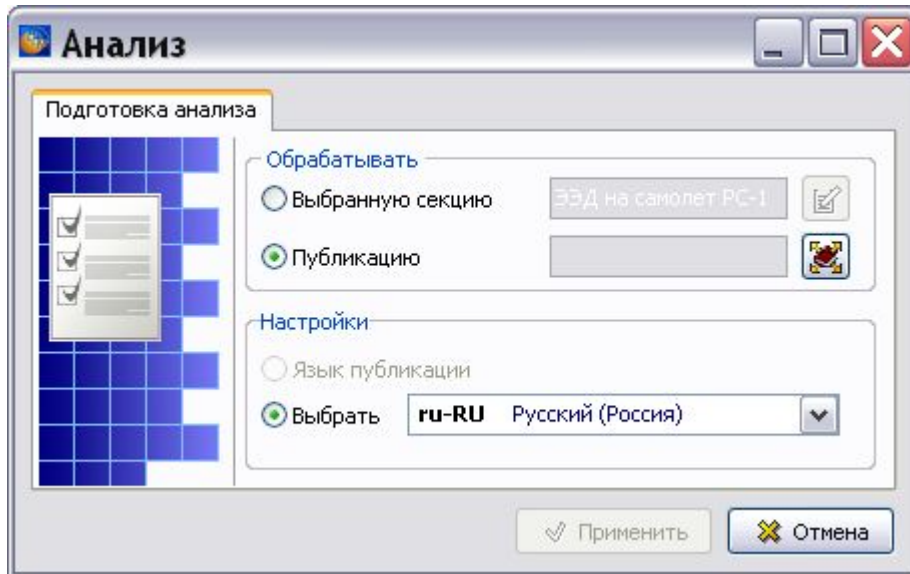
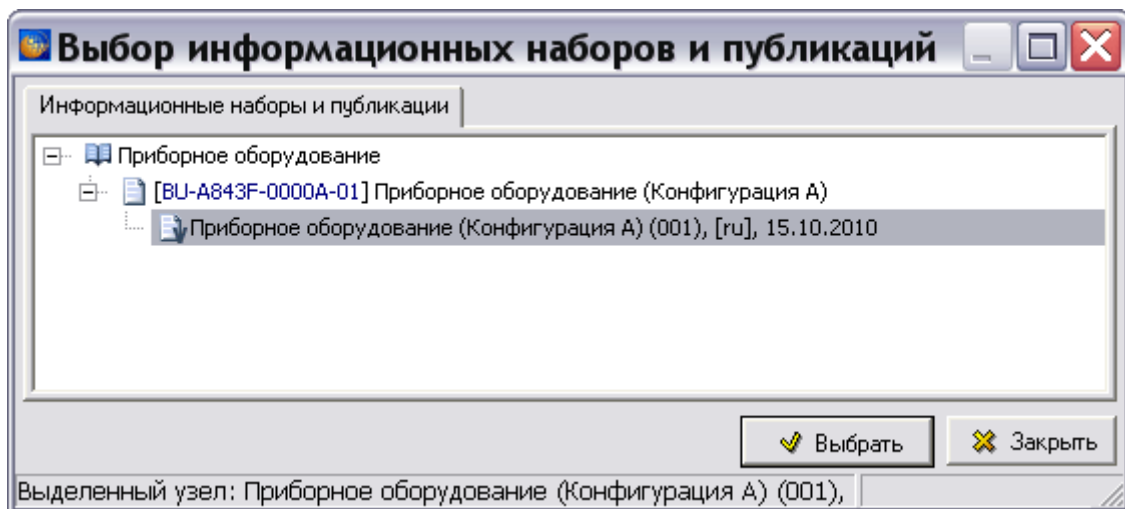

Рис. 8.121
Рис. 8.122
1. На вкладке **Подготовка анализа** включите радиокнопку **Публикацию** (Рис. 8.121). После этого откроется окно **Выбор информационных наборов и публикаций** (Рис. 8.122).